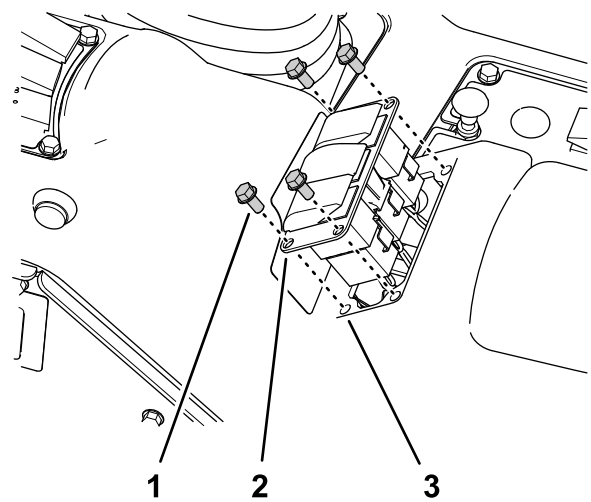

Figure 31
3. Débranchez le connecteur à 8 douilles du faisceau de la machine (étiqueté **Rate Switch**) du connecteur à 8 broches de l'interrupteur (Figure 31).
1. Retirez les 4 vis à embase (1/4 x 1/2") qui fixent le bloc de 3 interrupteurs à la console de commande (Figure 31).
6. Placez le cache d'interrupteur en face de l'ouverture dans le bloc de 3 interrupteurs occupée précédemment par l'interrupteur de débit (Figure 31).
7. Insérez le cache dans le bloc de 3 interrupteurs jusqu'à ce qu'il s'enclenche solidement dedans (Figure 31).